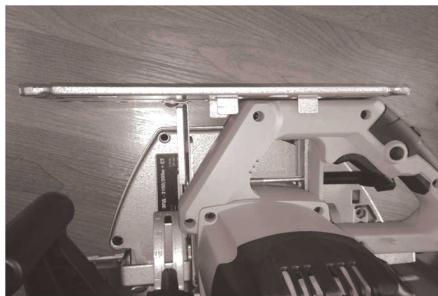

рис. 2
-установите стационарную платформу по направляющим так, чтобы платформа расположилась на основной рукоятке пилы (рис. 2);